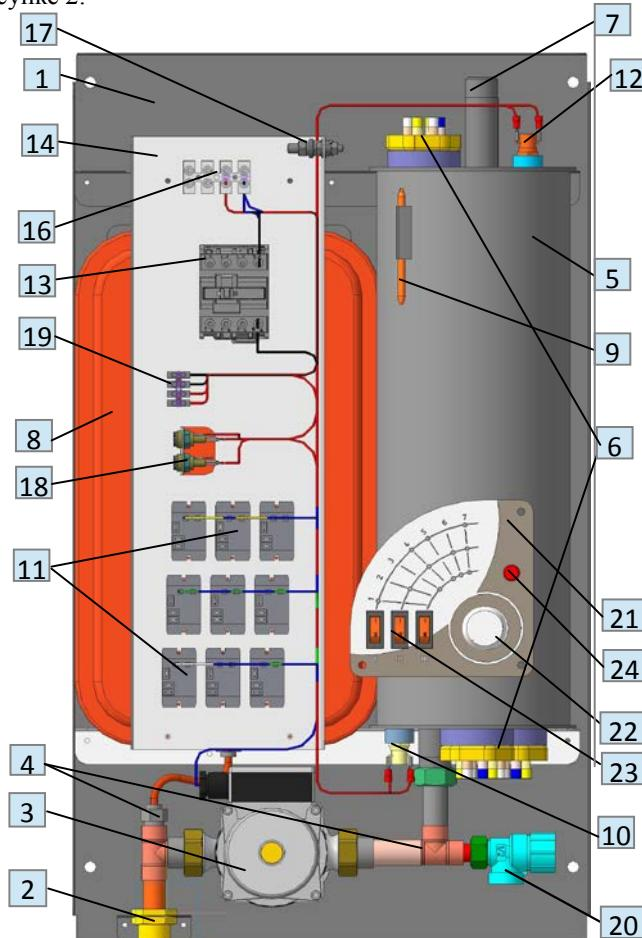

Рисунок 2
6.6 Зажим винтовой XT2 (19) (рисунок 2) предназначен для подключения внешнего термостата, ведущего котла или модуля дистанционного управления ЭВАН GSM-Climate (ZONT-H1V) или их аналогов. Отключение нагрева можно реализовать подключением к контактам зажима винтового XT2 "Датчик температуры воздуха" нормально замкнутого датчика (разрывающего цепь при достижении требуемой температуры).